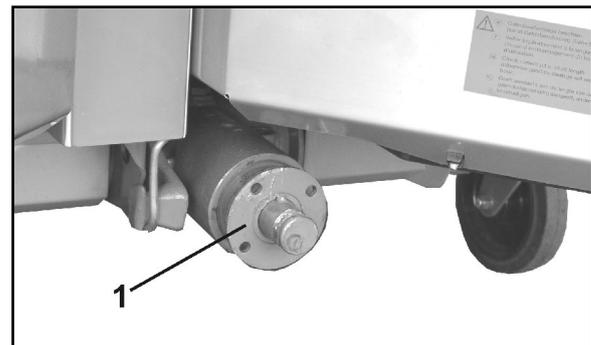

Fig. 35
1. Flanschbuchse (Fig. 35/1) mit einem Abzieher von der Getriebeeingangswelle abziehen.